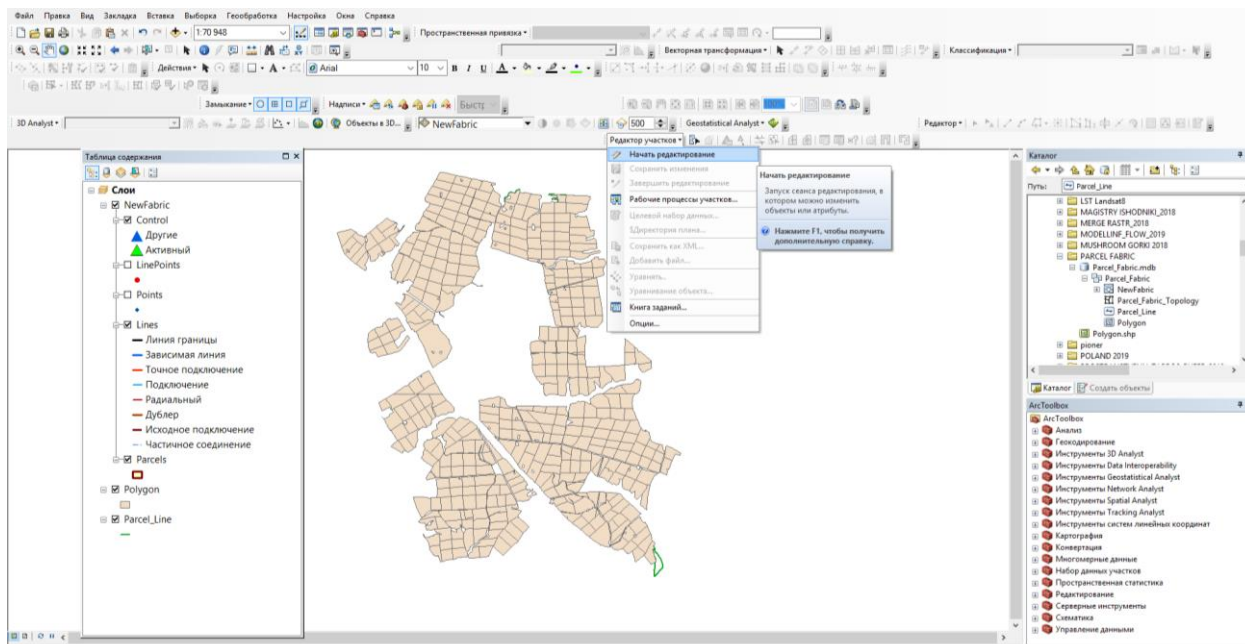

Рис. 5. Рабочий проект с диалоговым окном начала процесса редактирования
7. Добавить панель инструментов Редактор участков и начать процесс редактирования (рис. 5).